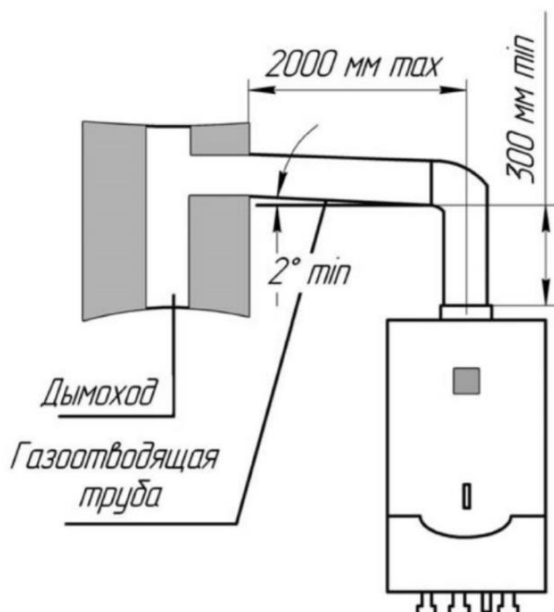

Рис. 7. Подключение аппарата к дымоходу.
9.1 Наиболее распространенная схема подсоединения газоотводящей трубы представлена на рис.7.